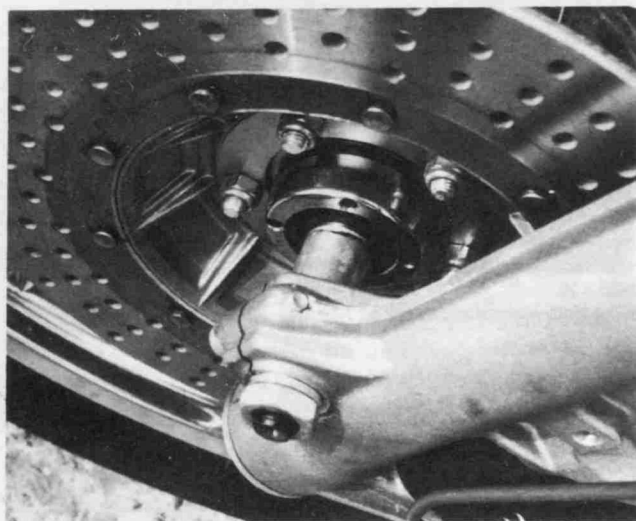

Bild 299
- Die Steckachsen-Mutter mit der Unterlegscheibe von der linken Seite abnehmen (Bild 299).